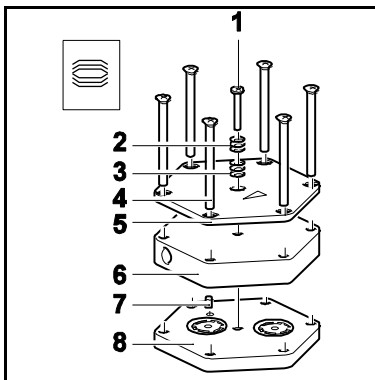

Abb. 24: Pumpenkopf montieren
1. An pneumatischer Kopfverschaltung (3) die Überwurfmutter (2) von Hand lösen. Winkelschraub-Verschraubung (1) des Pumpenkopfs (4) gegen den Uhrzeigersinn drehen, bis Verbindungsschlauch abgezogen werden kann.
2. An beiden Pumpenköpfen Druckplatte (Abb. 24/5), Kopfdeckel (Abb. 24/6), Zwischenplatte (Abb. 24/8) und Membranaufnahme mit einem durchgehenden Filzstiftstrich markieren. Dadurch wird verhindert, dass die Teile später falsch montiert werden.
6. Schraube/Schrauben (1) in der Mitte der Druckplatte (5) mit Tellerfedern (2, 3) einsetzen. Dabei auf die richtige Anordnung der Tellerfedern achten (siehe Abb. 24).
7. Schraube/Schrauben (1) festziehen, bis Schraubenkopf flächig aufsitzt. Schraube/Schrauben mit weiterer halber Umdrehung fixieren.